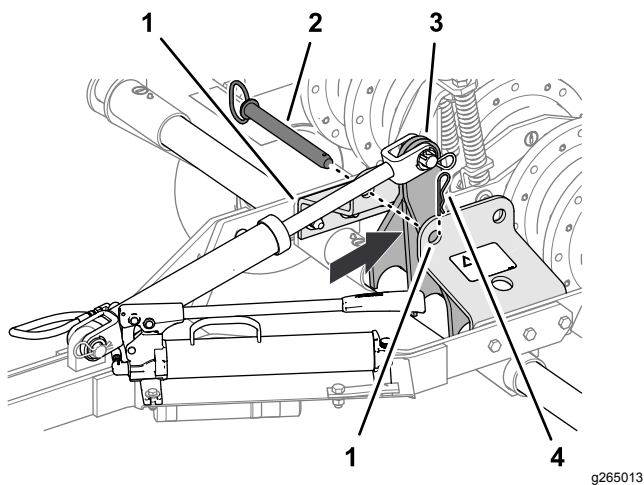

Figure 12
5. Avec la pompe hydraulique manuelle, déplacez le bras de levage (Figure 12) juste derrière les trous avant du support de la barre de verrouillage (position de transport).
- Insérez la goupille de la barre de verrouillage dans les trous avant du support de la barre de verrouillage et fixez-la dans le support avec la goupille fendue (Figure 12).